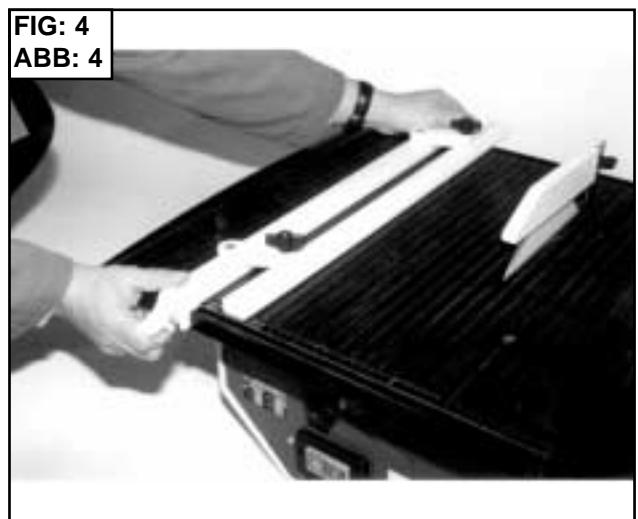

FIG: 5
- Desapertar as duas porcas (**fig. 5**).